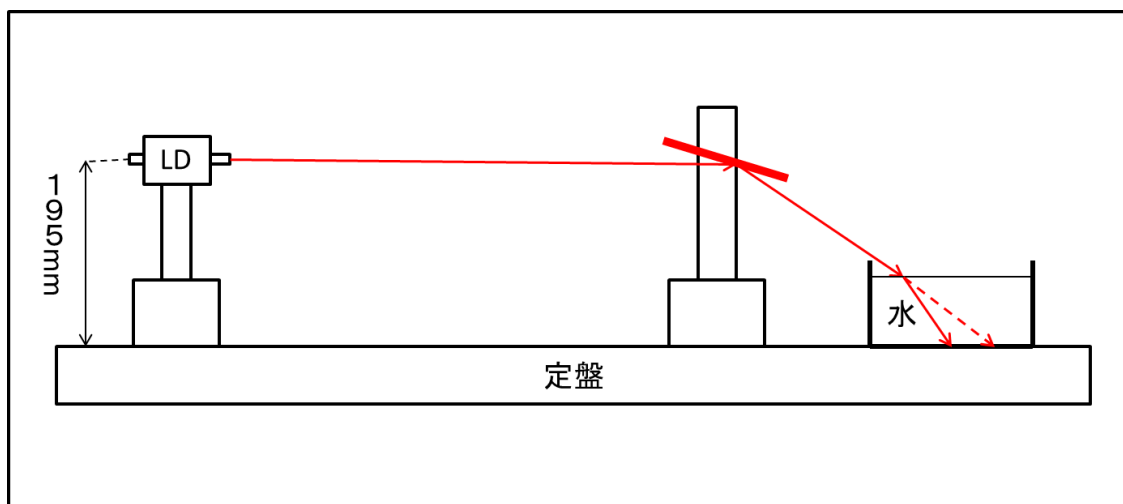

図 1 実験系の概略
- ② 計測により水の屈折率を求める。
光源は①で調節した LD を用いる。図 1 のように LD とアルミミラーと水の入ったタッパ